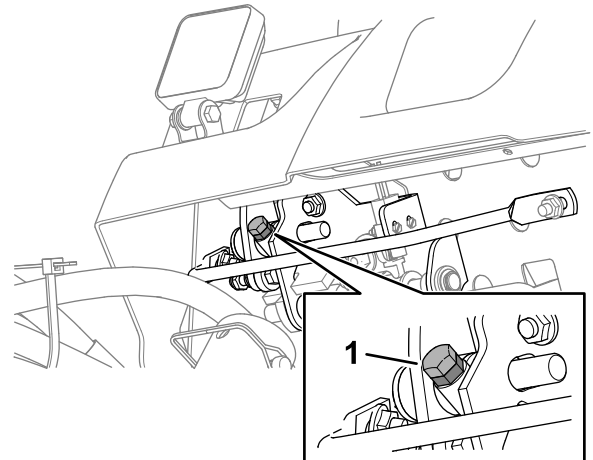

Figure 89
- Pour réduire la vitesse de tonte, tournez la vis de butée (Figure 89) dans le sens horaire.